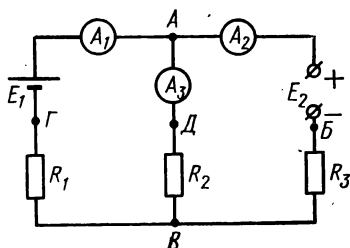

Рис. 2.16
Оба закона Кирхгофа можно проверить на одной электрической цепи (рис. 2.16). Внутренние сопротивления источников малы и их величиной можно пренебречь.
6. Запишите уравнения по первому закону Кирхгофа для точек А и В схемы рис. 2.16.
7. Сколько контуров в схеме на рис. 2.16?
8. Запишите уравнения по второму закону Кирхгофа для всех контуров схемы рис. 2.16.
1. Составить программу опытов по рис. 2.16 для достижения поставленной цели и ознакомить с ней преподавателя.
3. Проверить по второму закону Кирхгофа баланс напряжений и э. д. с. для всех контуров цепи (рис. 2.16).